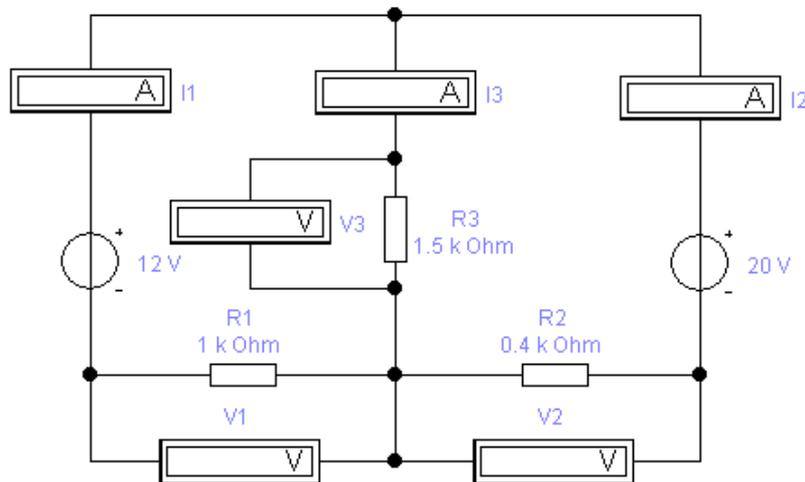

Рисунок 2.4 – К проверке законов Ома и Кирхгофа
2.2.5 Открыть файл со схемой, показанной на рис. 2.4.